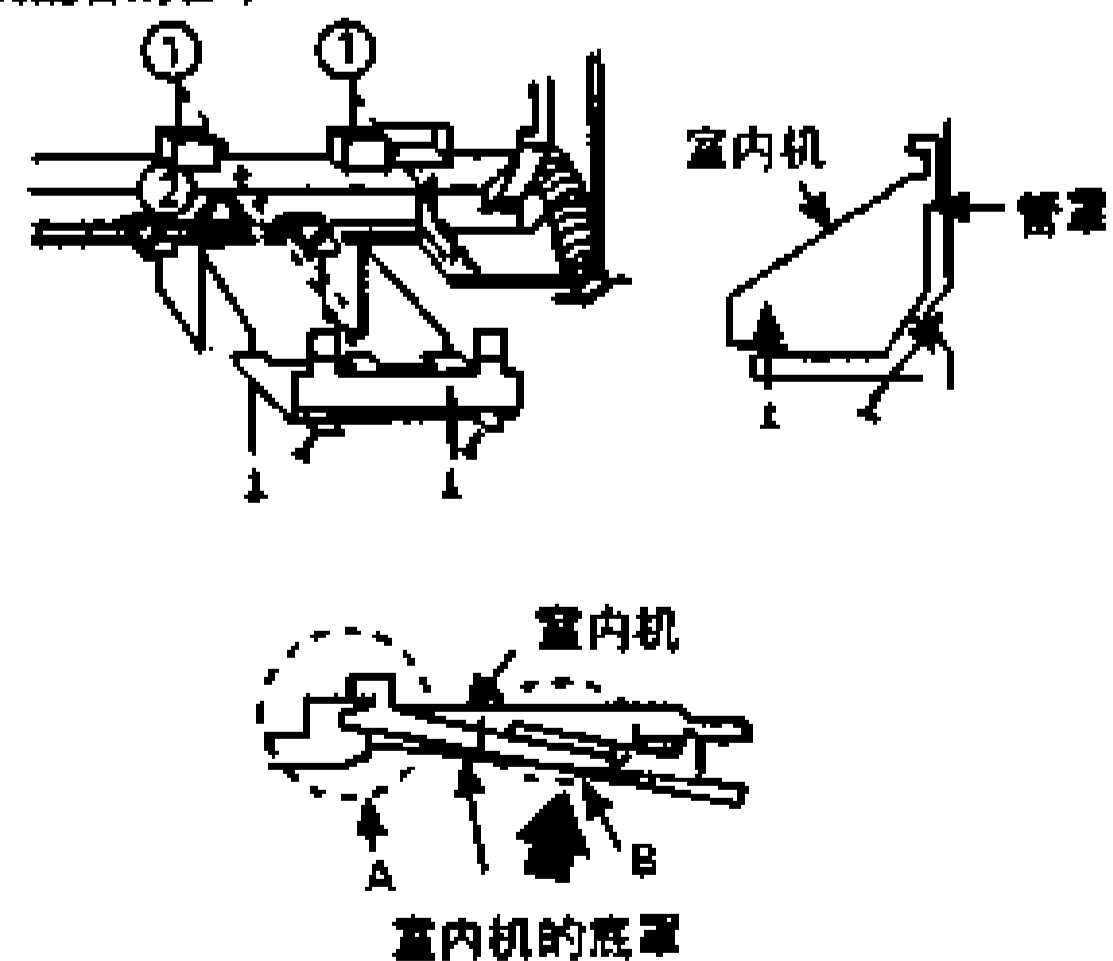

图 8-2-24
- 室内机的管罩安装参照图 8-2-24 上图所示。
- 室内机的底罩安装如图 8-2-24 下图所示。